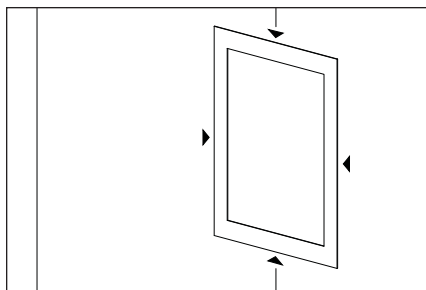

Fig. 12a
- a) En gardant à l'esprit les recommandations ci-dessus, placez le gabarit de montage en carton sur le mur. Découpez le trou tel qu'indiqué (Fig. 12a).